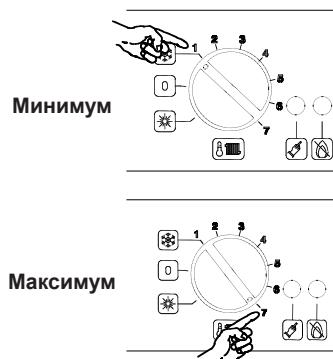

рисунок 2.5
Температура воды на выходе в контуре отопления изменяется от мин. 38° С до макс. 80 °С (рисунок 2.5), поворотом переключателя (14),